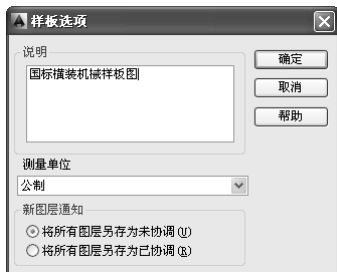

图 6-57 “样板选项”对话框
(2) 单击“保存”按钮，弹出如图 6-57 所示的“样板选项”对话框，在“说明”文本框中输入“国标横装机械样板图”，单击“确定”按钮，完成样板文件的建立。